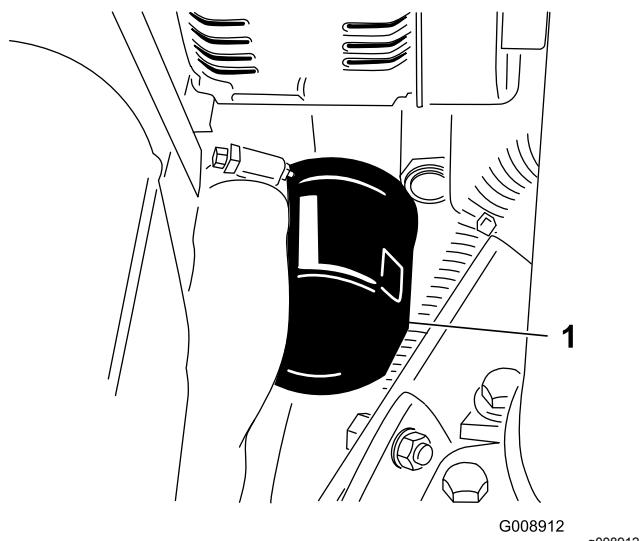

Figura 50
3. Retire el filtro de aceite (Figura 50).